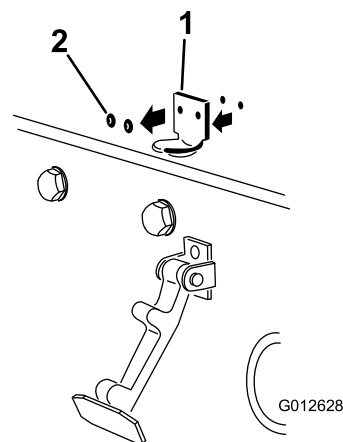

Figura 4
2. Rimuovete i 2 rivetti che fissano la staffa del fermo del cofano al cofano (Figura 4).